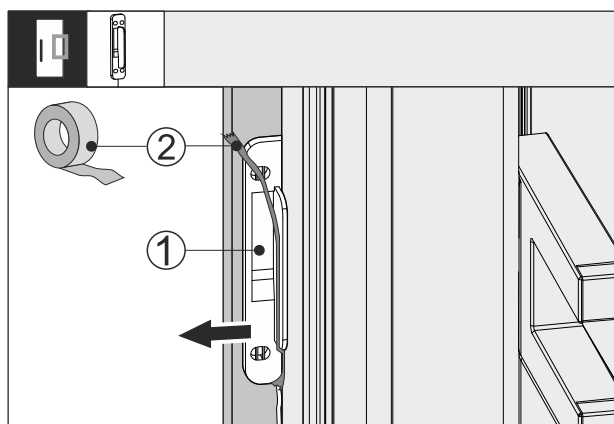

Fig. 64
- ▶ Odkleić taśmę klejącą Fig. 64 (2) z czujnika pukania Fig. 64 (1).